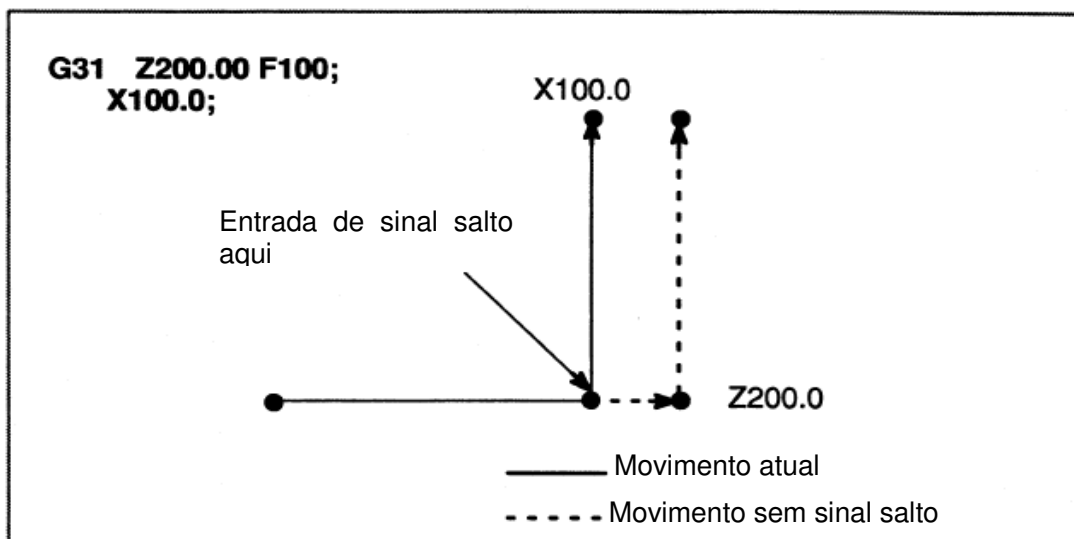

Fig. 3-25
2. O próximo bloco de G31 é a programação coordenada absoluta de um eixo como Fig.3-25.